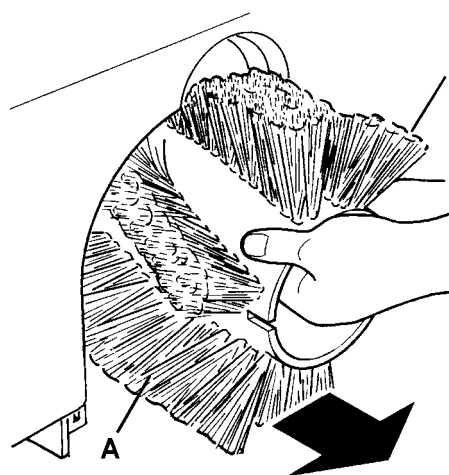

Figure 7
7. Enlever le balai central (A, Fig. 7).